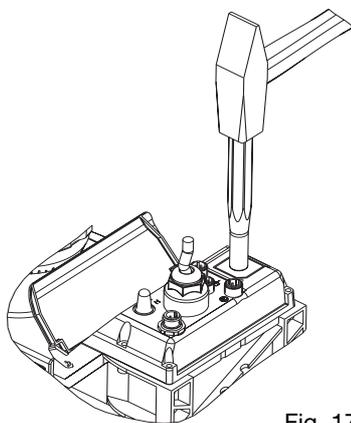

Fig. 17
- ▶ Posez l'appareil sur un support solide avec la partie enfonçable pour le relais (voir fig. 17) dirigée vers le haut.